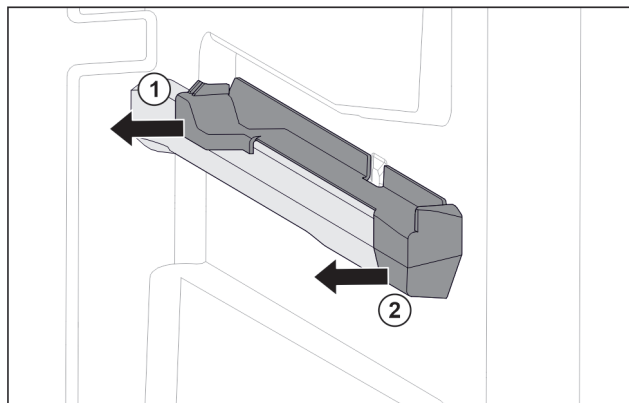

Fig. 131 Nasazovací díl na pravém žebrování na nádoby
- Stáhněte nasazovací díl vzadu na stranu. Fig. 131 (1)
- Stáhněte nasazovací díl vpředu na stranu. Fig. 131 (2)